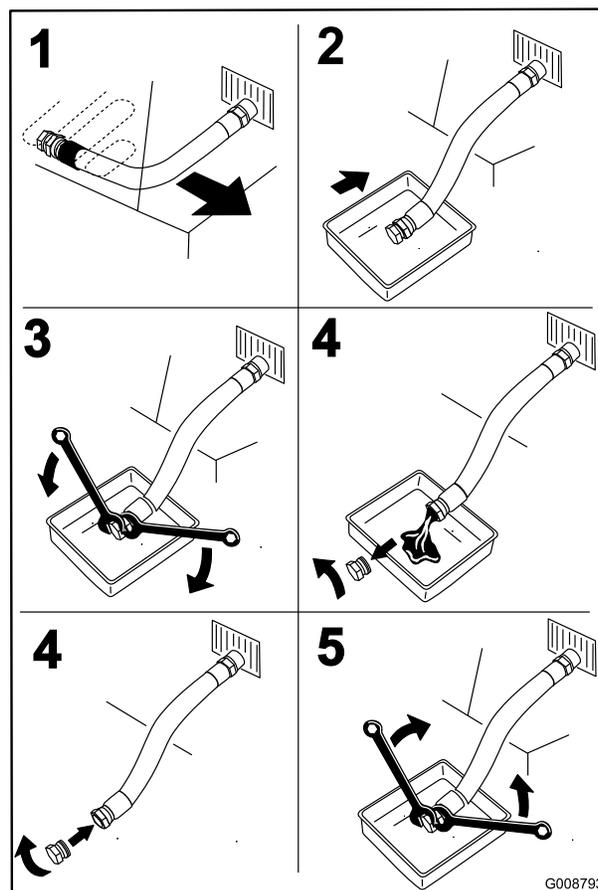

Figure 49
3. Avant de quitter la position de conduite, coupez le moteur, enlevez la clé de contact et attendez l'arrêt de toutes les pièces mobiles (Figure 49).